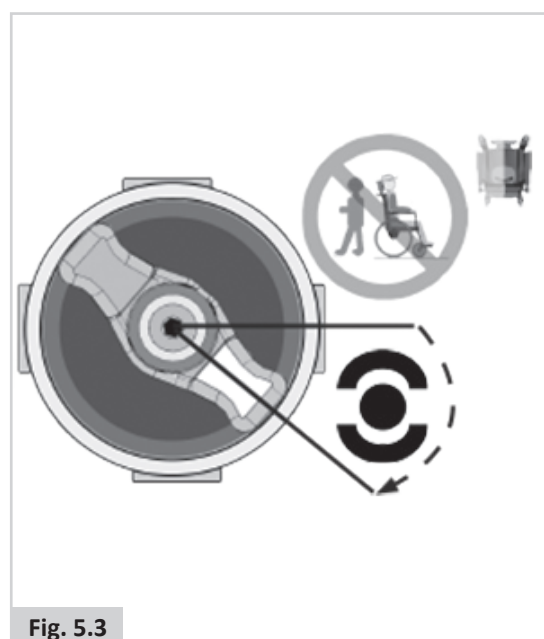
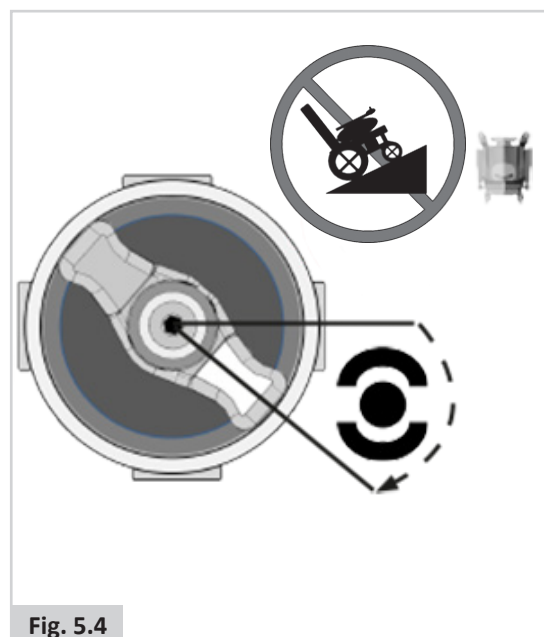

Fig. 5.3
Fig. 5.4
2. Sådan deaktiverer du motorerne. (Fig. 5.3 - Fig. 5.4).